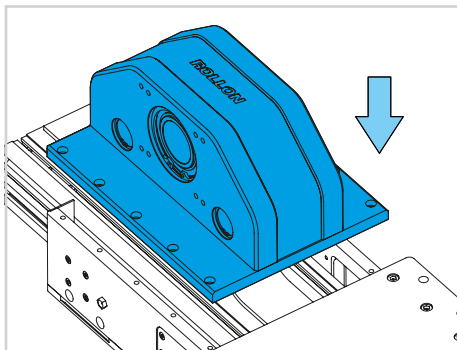

図 16
- 9) 駆動ヘッドプレートを再度組み立てます (図 16 を参照)。